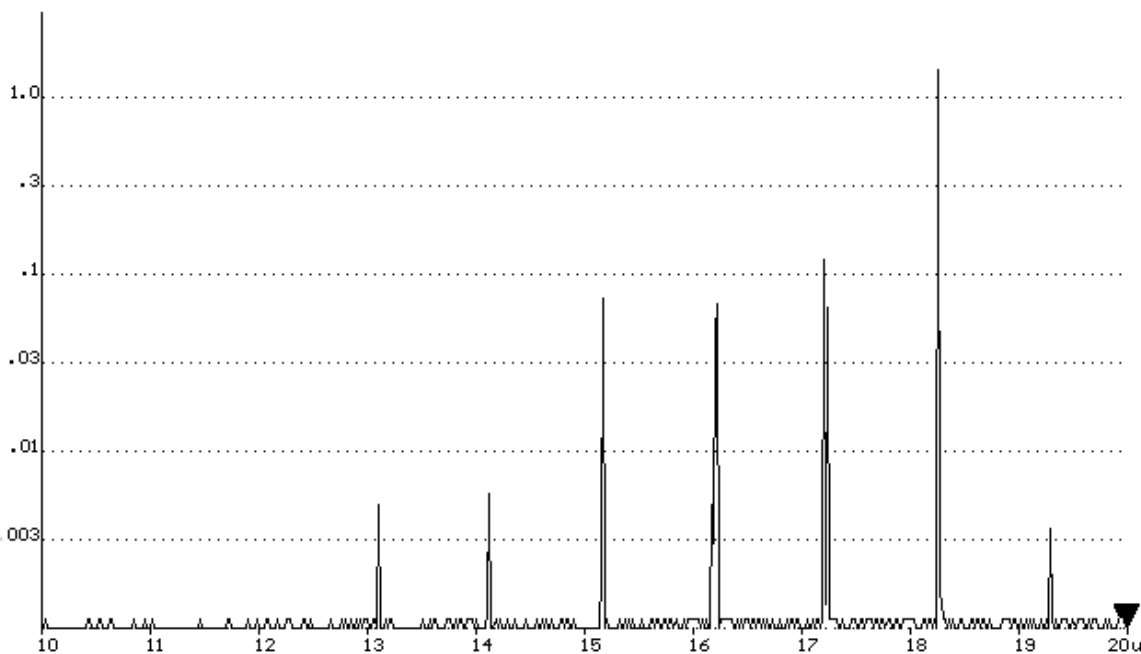

Рис. 3.8. Масс-спектр остаточных газов
13. Попробуйте записать масс-спектр остаточных газов в выбранном диапазоне масс (10...25 а.е.м.). Он должен иметь вид, близкий к изображенному на рис. 3.8.